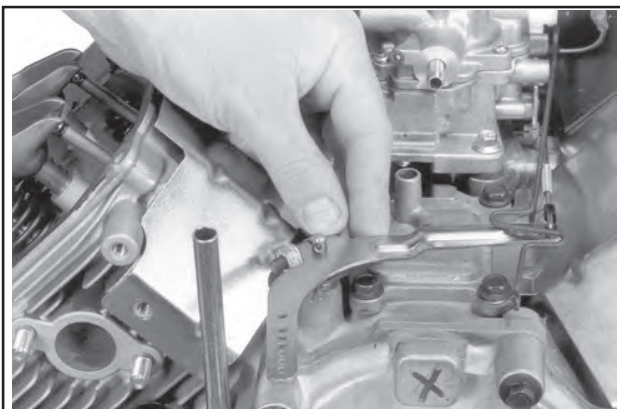

Abbildung 11-80. Den Drehzahlreglerhebel auf der entsprechenden Welle montieren.
1. Den Drehzahlreglerhebel auf der Drehzahlreglerwelle montieren. Siehe Abbildung 11-80.